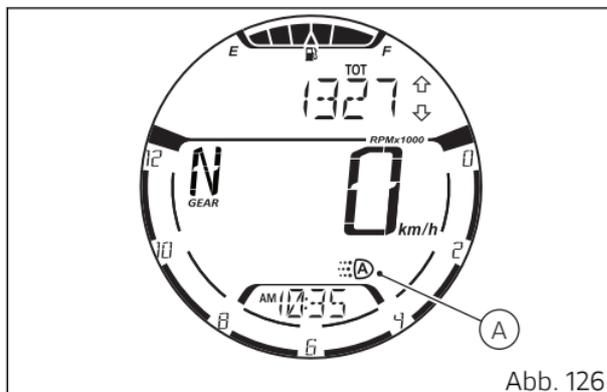

Abb. 126
Die DRL-Beleuchtung kann über die Taste (5), die an der linken Umschaltereinheit angeordnet ist, auf „MANUAL“ gesetzt werden. Wird die Taste (5) erneut gedrückt, wird die DRL-Beleuchtung wieder auf „AUTO“ zurückgesetzt und eingeschaltet. Ist die DRL-Beleuchtung auf „AUTO“ eingestellt, wird am Display wird das Symbol (A, Abb. 126) angezeigt. ( Abb. 126)
Befindet sich die DRL-Beleuchtung in diesem Modus, wird sie beim Anlassen des Motors automatisch ausgeschaltet und das Abblendlicht eingeschaltet, wenn das Cockpit eine schwache Außenbeleuchtung (NIGHT) erfasst. Erfasst das Cockpit hingegen gute Lichtverhältnisse (DAY) bleibt die DRL-Beleuchtung eingeschaltet und das Abblendlicht ist ausgeschaltet: in diesem Modus schaltet das Cockpit in Abhängigkeit der erfassten externen Lichtbedingungen also automatisch von der DRL-Beleuchtung auf das Abblendlicht und umgekehrt um. Am Display wird das Symbol (A, Abb. 126) angezeigt.